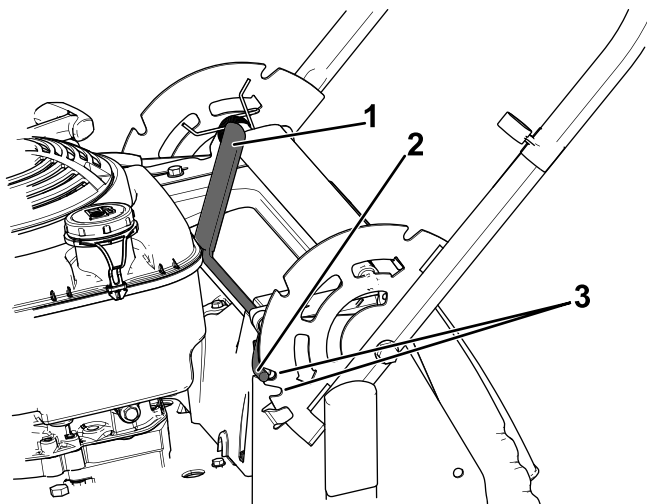

Figura 15
1. Puxe a alavanca de bloqueio da pega para trás para libertar os pinos de bloqueio (Figura 15).
2. Rode a pega e alinhe o entalhe pretendido no suporte da pega aos pinos de bloqueio; consulte Figura 15.